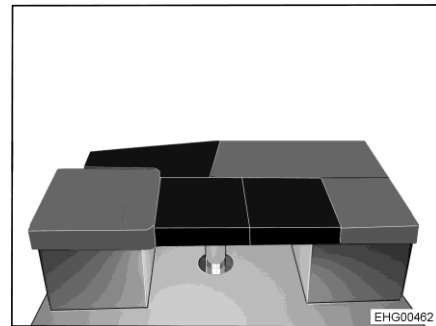

Fig. 163 Después de la transformación
- Colocar 2 cojines adicionales cuadrados en la mesa (véase Fig. 163).
- Colocar el cojín adicional triangular sobre el ensanchamiento de cama, entre el asiento lateral y el banco L (véase Fig. 163).